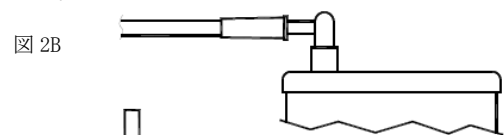
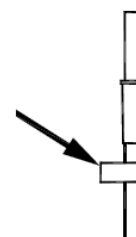

図 2B
図 2A
- (2) 本品の黄色のタグの付いたコネクタ（カプラー付）（図2A）をそのまま内視鏡のキャニスタ（図2B）の吸引用チューブに取り付ける。
- (1) 本品の黄色のタグの付いたコネクタ（カプラー付）（図2A）をそのまま吸引器用キャニスタのチューブ（図2B）に取り付ける。